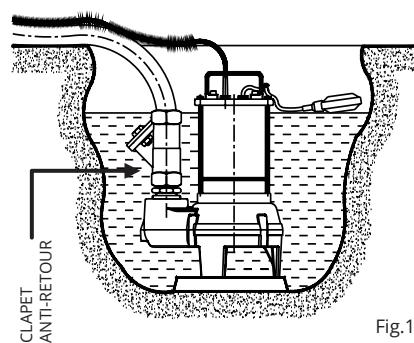

Fig.1
- Si le fond du puits, ou la surface sur laquelle est posée la pompe, est irrégulier et s'il y a risque d'accumulation de gravier, détritus, boue, etc., intervenir en réalisant une base d'appui régulière et surélevée (Fig 1).
- Pour éviter de reflux du collecteur d'évacuation, installer un clapet anti-retour après le refoulement de la pompe (Fig. 1).